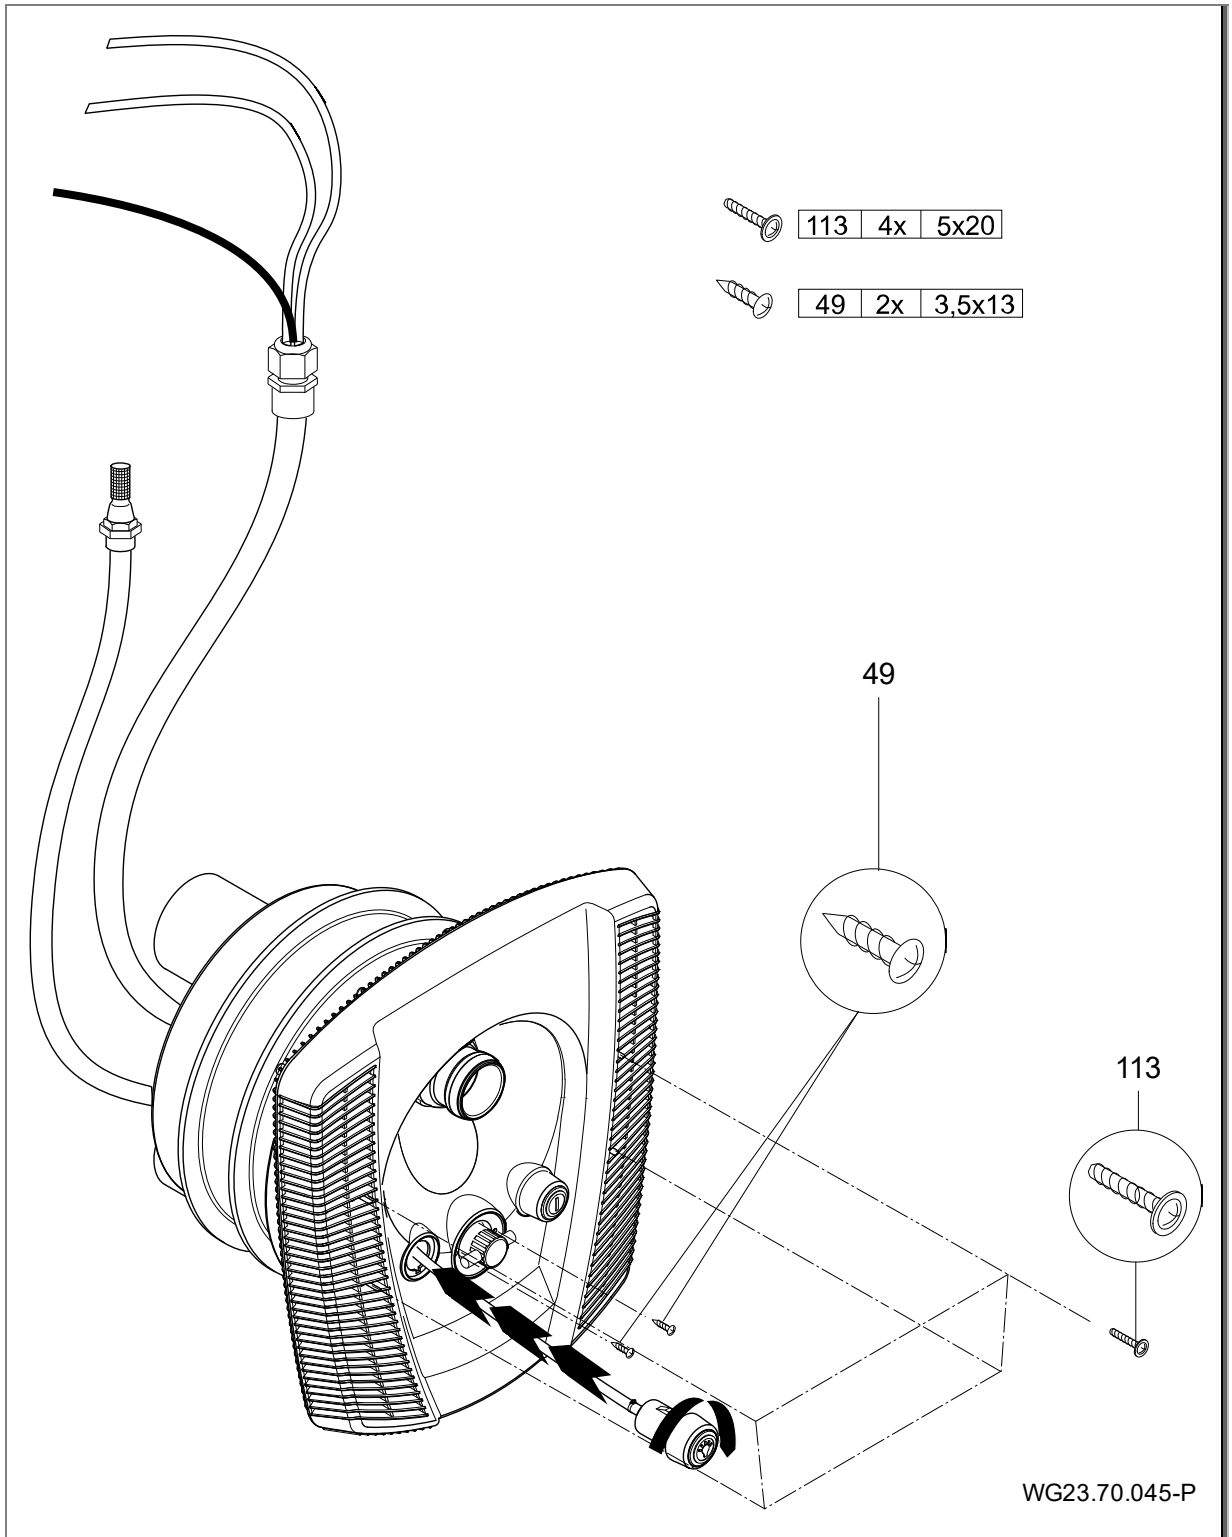

Рис. 19
7. Закрепить диафрагму (93) на сопловой коробке (102.1) четырьмя саморезами (113). Обе пневматические кнопки через крышку защиты света (102.1) вставить в корпус сопел и зафиксировать, повернув по часовой стрелке. (Рис. 19)